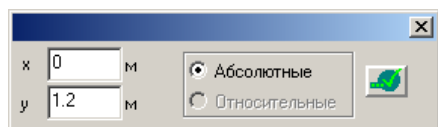

Рис.1.7.6. Окно диалога для указания координат узла
- В окне диалога, которое было открыто при активизации команды **Перенести или добавить узел контура** (рис. 1.7.6) задайте следующие параметры: